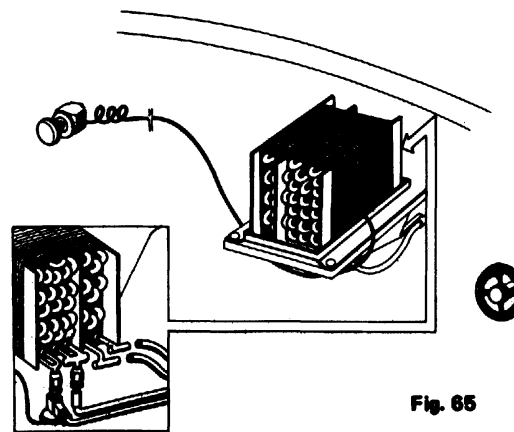

Fig. 65
1. Rimontare l'evaporatore F sotto il cruscotto dopo aver infilato il bulbo della serpentina del termostato B fra le maglie dell'evaporatore (Fig. 65).
1. Remonter l'évaporateur F sous le tableau de bord après avoir enfilé le bulbe du serpentin du thermostat B entre les mailles de l'évaporateur (fig. 65).
1. Re-fit the evaporator E below the dashboard, after first positioning the bulb of the coil of the thermostat B between the meshes of the evaporator (Fig. 65).
1. Den Verdampfer F wieder unter dem Armaturenbrett befestigen und zwar nach vorheriger Anbringung der Serpentinewulst des Thermostaten B zwischen die Maschen des Verdampfers. (Abb. 65)